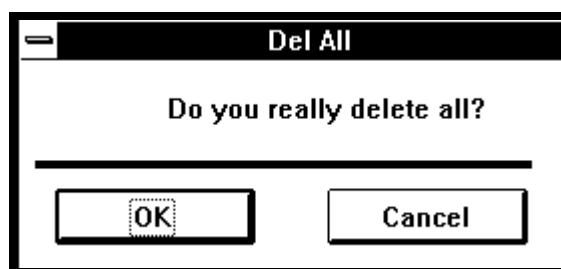

図 5-19 クエスチョンダイアログ
- また、すべてのサーチパスを削除する場合は Delete All ボタンをクリックしてください。Delete All ボタンをクリックすると、クエスチョンダイアログがオープンしますので OK ボタンをクリックしてください。なお、ここで Cancel ボタンをクリックすると、サーチパスは削除しません。図 5-19にクエスチョンダイアログの構成図を示します。